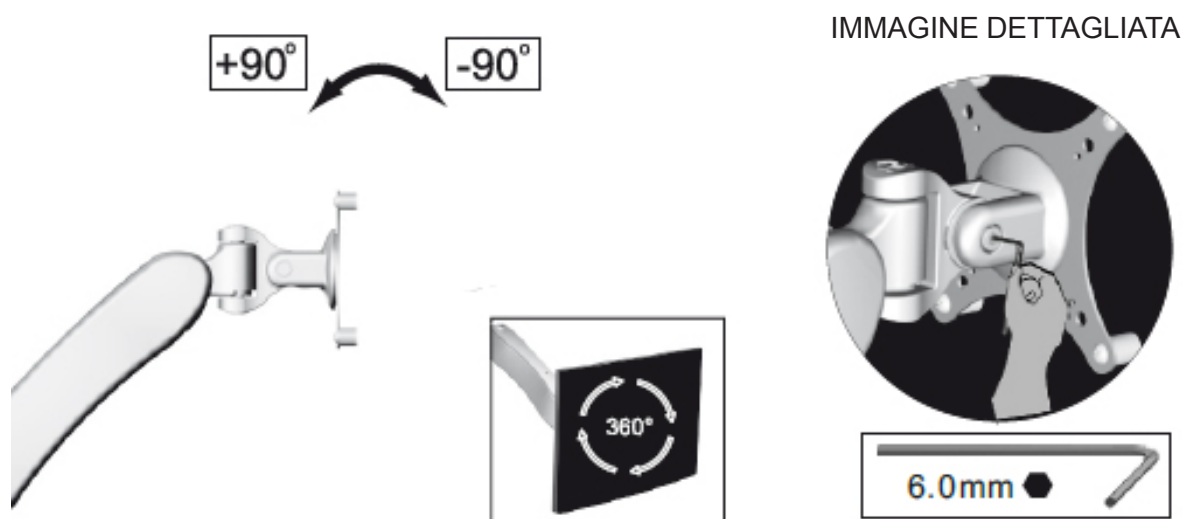

Figura 5
2. Se lo snodo dell'attacco a muro tende automaticamente a scendere, è possibile sia necessario regolarne la tensione per riportare il vostro microscopio nella posizione desiderata sfruttando l'oscillazione verso l'alto o verso il basso. Questo si può fare utilizzando la chiave a brugola esagonale da 6mm per aumentare la resistenza dello snodo e fissare la posizione, regolare la Vite di Tensione con testa esagonale M5x15mm posizionata ai lati dello snodo utilizzando la chiave a brugola esagonale 6mm. (vedere figura 5).